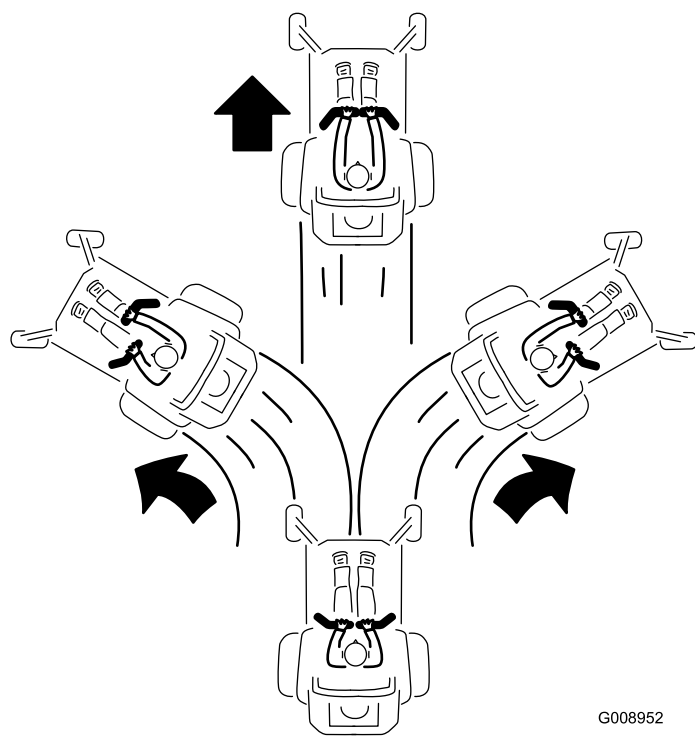

Figura 23
3. Per fare marcia avanti spingete lentamente in avanti le leve di controllo del movimento (Figura 23).